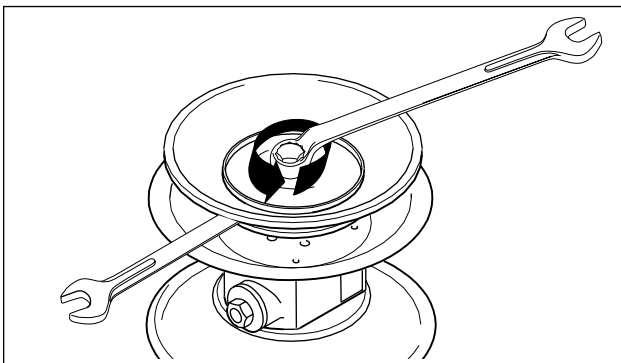
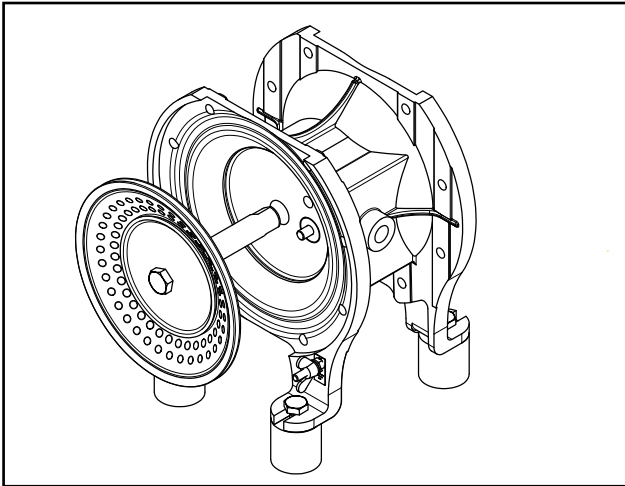

Fig. 10: Soltar el pistón. (No se aplica en el diafragma noppedE4®.)
Fig. 21: Extracción del diafragma con la varilla
- Soltar el disco exterior de la membrana y quitarlo junto con la membrana (Fig. 10). En
- Soltar el disco exterior del diafragma y quitarlo junto con el diafragma (fig. 10 y fig. 21).
- Aflojar Soltar los diafragmas, ver fig. 10 y 21
- El desmontaje de las cámaras de la bomba, colectores y membranas puede realizarse de forma práctica con la bomba colocada de pie dentro del bastidor (de forma distinta a la mostrada en la fig. 10)
ver también 5.3.2.3. A diferencia de la fig. 21, soltar primero los discos del diafragma. Retirar la varilla del pistón por separado del bloque central.